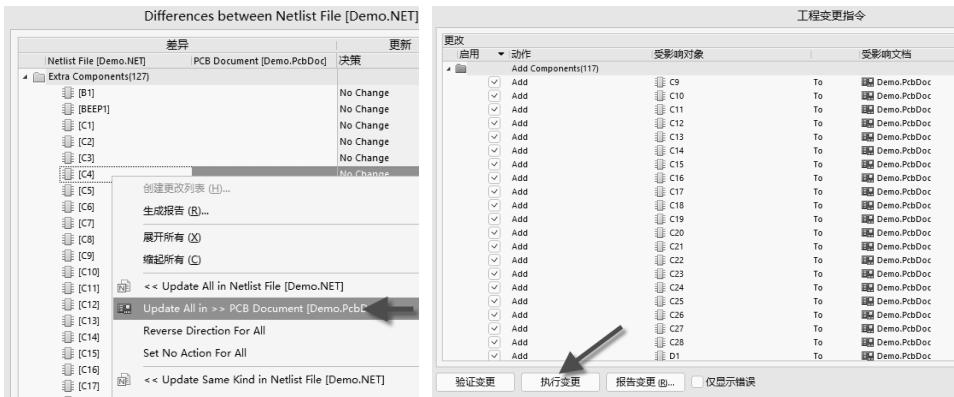
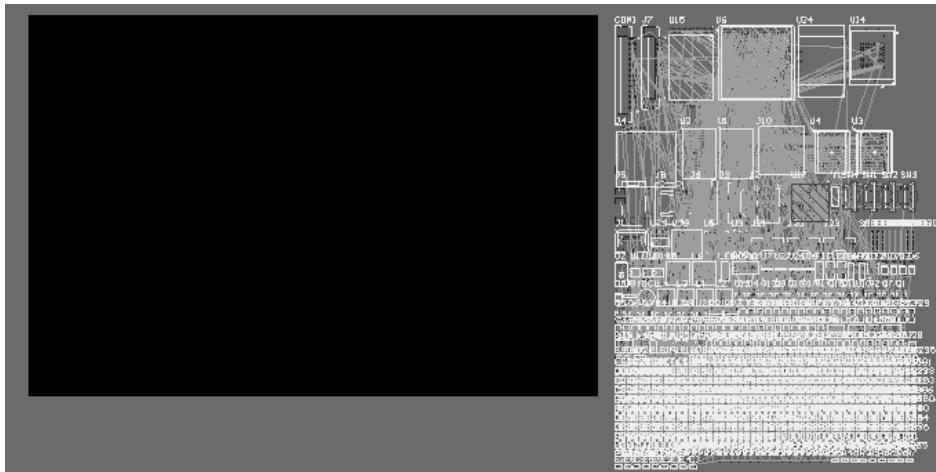

图 8-21 对比结果反馈窗口及导入执行窗口
图 8-22 导入效果图
(3) 出现对比结果反馈窗口，如图 8-21 中左图所示，继续在窗口中单击鼠标右键，选择执行“Update All in>> PCB Document [Demo.PcbDoc]”命令，即把网表和 PCB 对比的相关所有结果准备导入 PCB。
(4) 执行左下角的“创建工程变更单”命令，进入和直接导入法一样的导入执行窗口，如图 8-21 中右图所示，单击“执行变更”按钮更新进入 PCB 即可。导入效果图如图 8-22 所示。